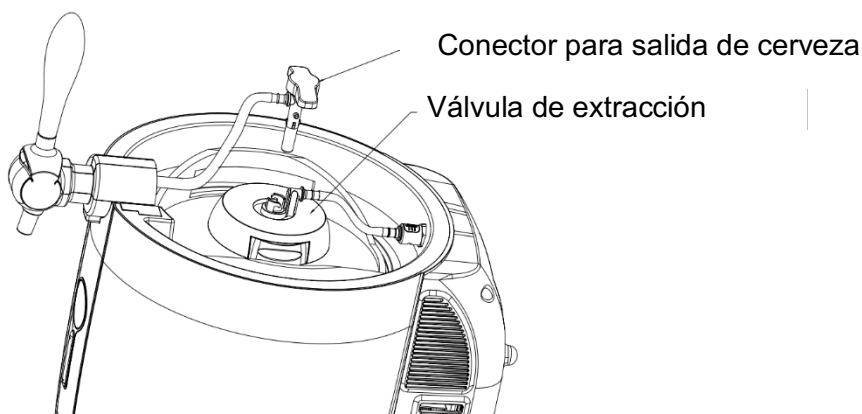

Figura 13
2. Presione hacia abajo el conector de salida de la cerveza justo en el centro del tonel, al mismo tiempo gire el conector de salida en sentido antihorario para liberarlo de la válvula de extracción y luego hágalo hacia fuera para retirarlo (como se muestra en la Figura 13).